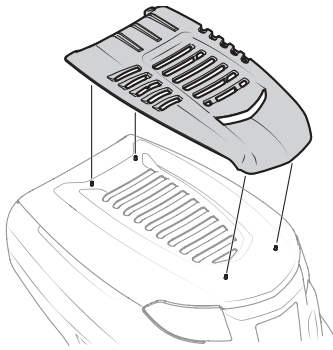

Figure 9
- Enclenchez le couvercle de prise d'air sur le capot. Voir Figure 9.